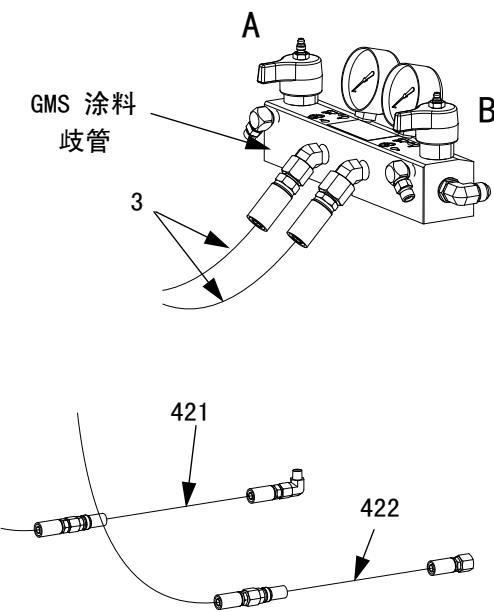
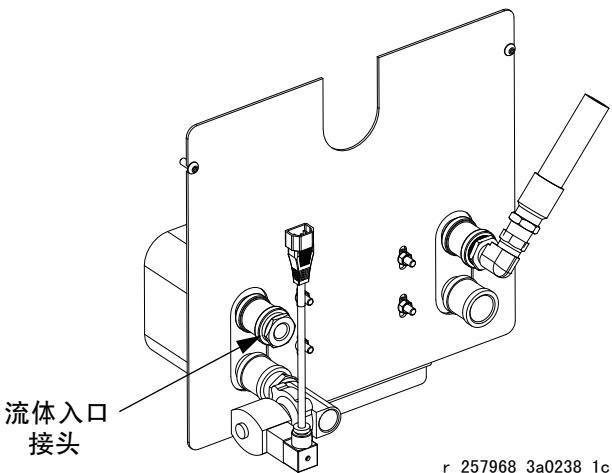

图 11
图 12：料桶架连接
1. 将软管配件包（3）中的 A（红色）和 B（蓝色）供料软管连接到 GMS 涂料歧管。请参见图 11。
3. 将 A（红色）回料软管（421）的另一端连接到 A（红色）料桶架上的流体入口接头。请参见图 11 和图 12。